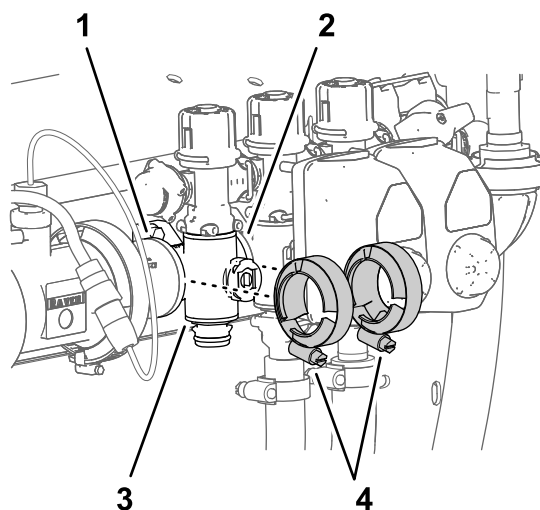

Bild 119
4. Befestigen Sie die Flanschklappen, die Sie in Entfernen des Abschnittverteilterventils \(Seite 85\) entfernt haben, lose an den Flanschen des Abschnittventilverteilers und an den Flanschen der anderen Abschnittventile und/oder am Kupplungsadapter \(Bild 119\).
7. Ziehen Sie die zwei Flanschklemmen mit der Hand an (Bild 119).